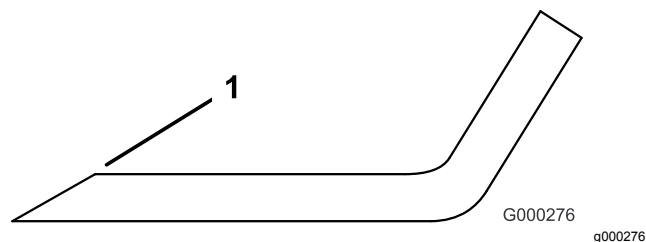

Figure 75
1. Aiguissez le tranchant à chaque extrémité de la lame (Figure 75).